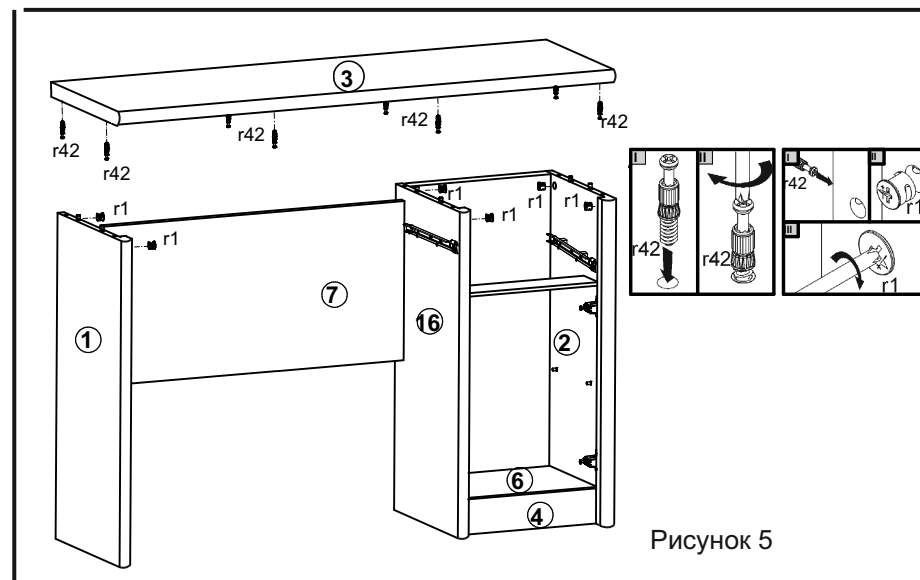

Рисунок 5
3. В отверстия $\varnothing 5$ мм на нижней поверхности щита **3**, боковых поверхностях стенок боковых **1, 2**, стенки средней **16** вкрутить винты стяжки **r42** (см. рис. 5).
13. Присоединить щит верхний **3** к деталям **1, 2, 16** с помощью шкантов **f1** и стяжек эксцентриковых **r42**, пользуясь отверткой (см. рис. 5).